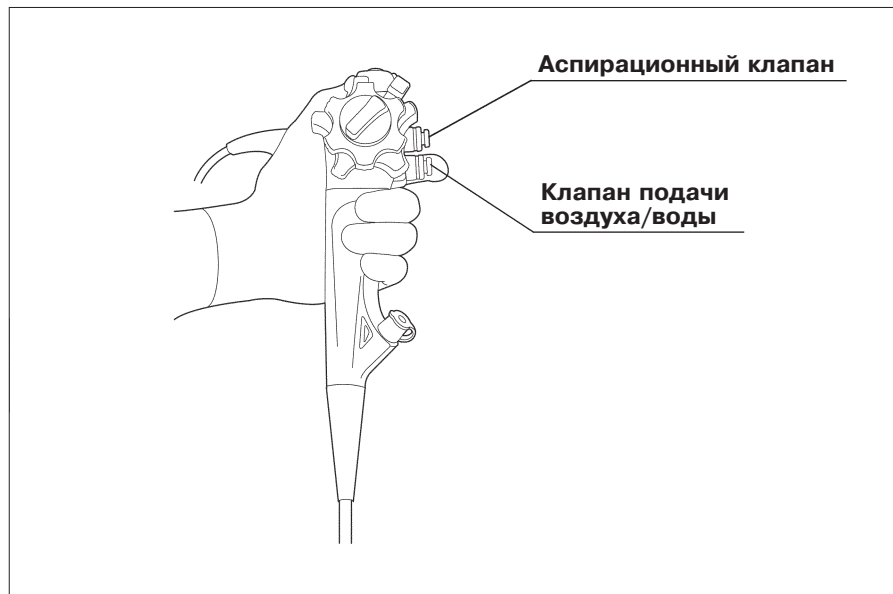

Рис. 4.3
1. Закройте отверстие клапана подачи воздуха/воды пальцем для подачи воздуха через отверстие канала на дистальном конце эндоскопа (см. рис. 4.3).
2. Нажмите на клапан подачи воздуха/воды для подачи воды на линзу объектива (см. рис. 4.3).
Для проведения аспирации жидкостей или других органических масс, появляющихся в эндоскопическом поле зрения, необходимо нажать на аспирационный клапан (см. рис. 4.3).